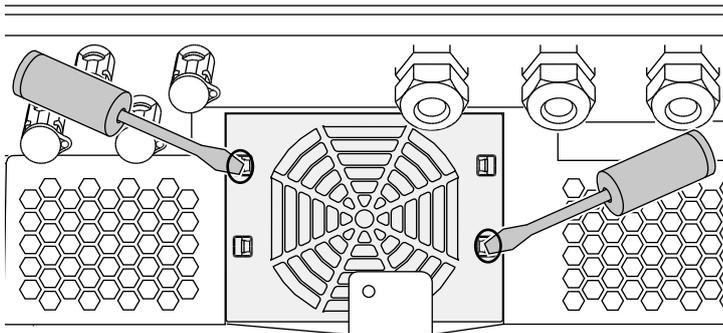

Fig. 67: togliere le fascette di fissaggio
3. Con un secondo cacciavite premere le fascette di fissaggio verso il centro della ventola. Sollevare leggermente il gruppo ventola. ➡ **Fig. 67**